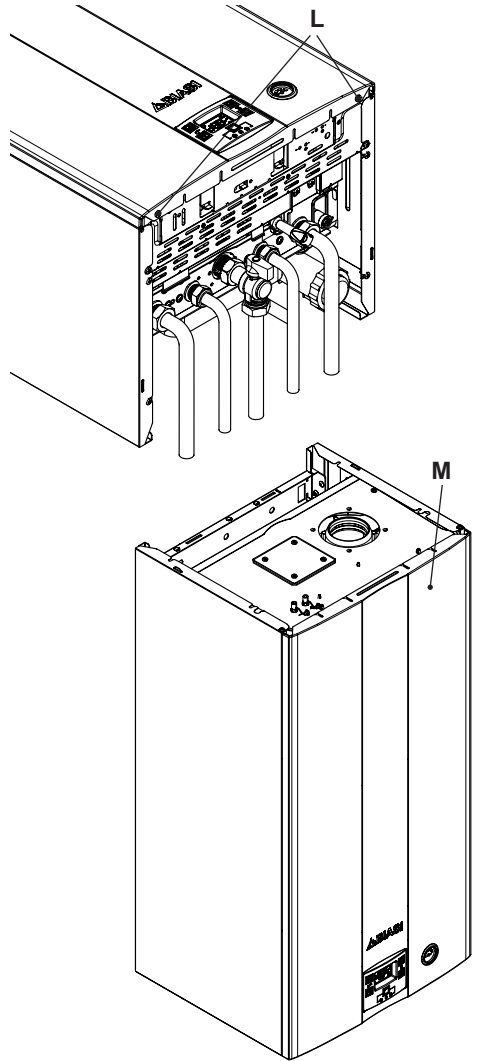

Figura 5.16
- Svitare le viti L e rimuovere il pannello frontale M tirandolo a sé e quindi spingendolo verso l'alto in modo da liberarlo dalle sedi superiori (Figura 5.16).